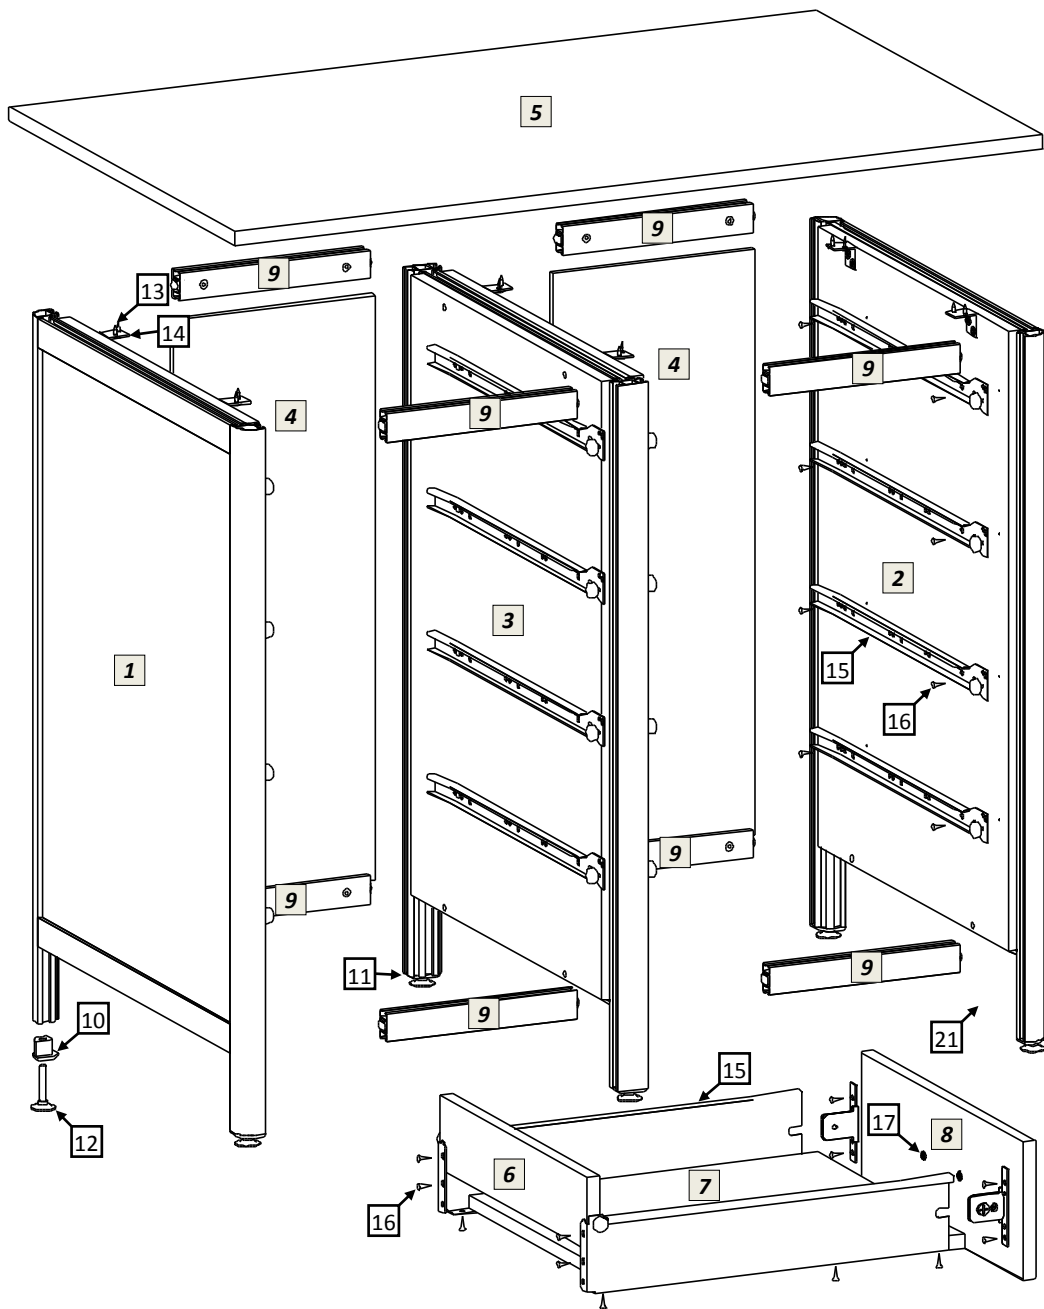

рис.1
- 5.1 Распаковав изделие, внимательно ознакомьтесь со схемой сборки, изображённой на рис.1. Согласно позициям на схеме и комплектовочной ведомости определите расположение деталей в изделии и порядок их сборки. Сборка производится на ровном полу, укрытом материалом, предотвращающим повреждение покрытия пола и деталей мебели. Подготовьте необходимые для сборки инструменты – плоскую и крестовую отвёртки, молоток, рулетку или линейку, гаечный ключ 12мм для регулировки опор, шуруповёрт.
- 5.4 Сборка выдвижных ящиков. Схема сборки ящиков показана на рис.1. Шурупами 4x16 соедините заднюю стенку, днище ящика и его фасад с металлическими боковинами направляющего механизма. На фасад ящика установите ручку.